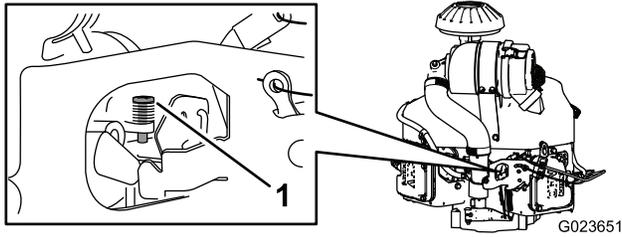

Bild 68
4. Stellen Sie die Anschlagsschraube am Vergaser (Bild 68) so ein, dass die Leerlaufgeschwindigkeit zwischen 1350-1550 U/min liegt.